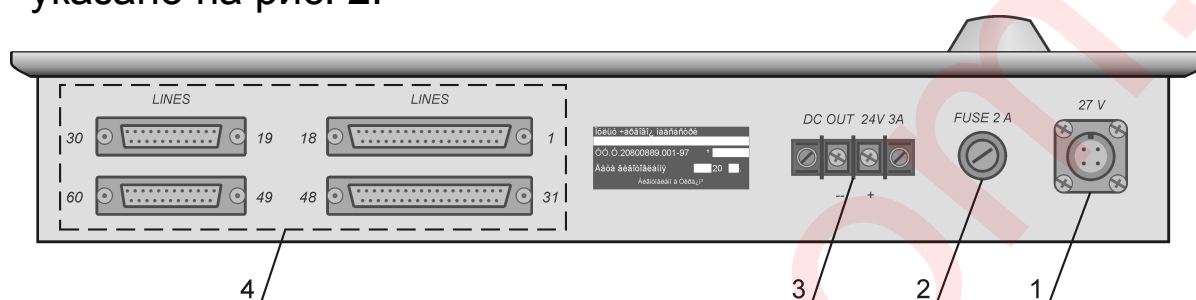

Рисунок 2
- 5.2 Размещение органов коммутации на задней панели СД01 указано на рис. 2.